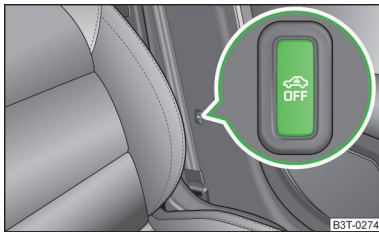

Abb. 19
- Die Symboltaste  » Abb. 19 an der B-Säule auf der Fahrerseite drücken. In der Taste ändert sich die Beleuchtung des Symbols  von rot auf orange.